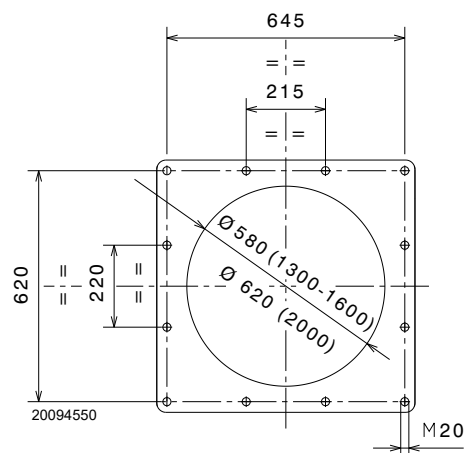

Abb. 13
Die Verschlussplatte der Brennkammer, wie in Abb. 13 durchbohren.
- Passen Sie den gesamten Brenner an der vorher vorbereiteten Kesselbohrung ein wie aus Abb. 13 ersichtlich und ziehen Sie die beigepackten Schrauben (mit einem Anzugsmoment von 250 ÷ 300 Nm) fest.